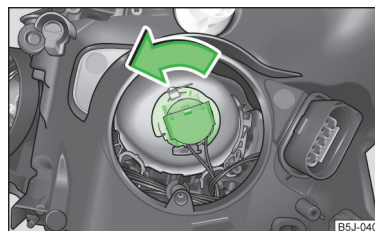

Fig. 158
- › Rotiți până la refuz conectorul împreună cu becul cu incandescență în sens anti-orar și extrageți-l » fig. 158.